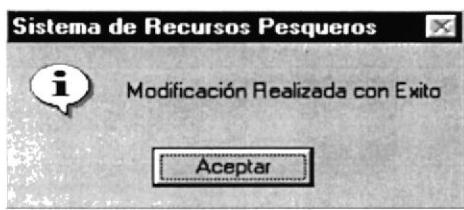

Figura 8.32 Mensaje de Modificación
3. Si se ha realizado una modificación se mostrará el siguiente mensaje (ver figura 8.32).